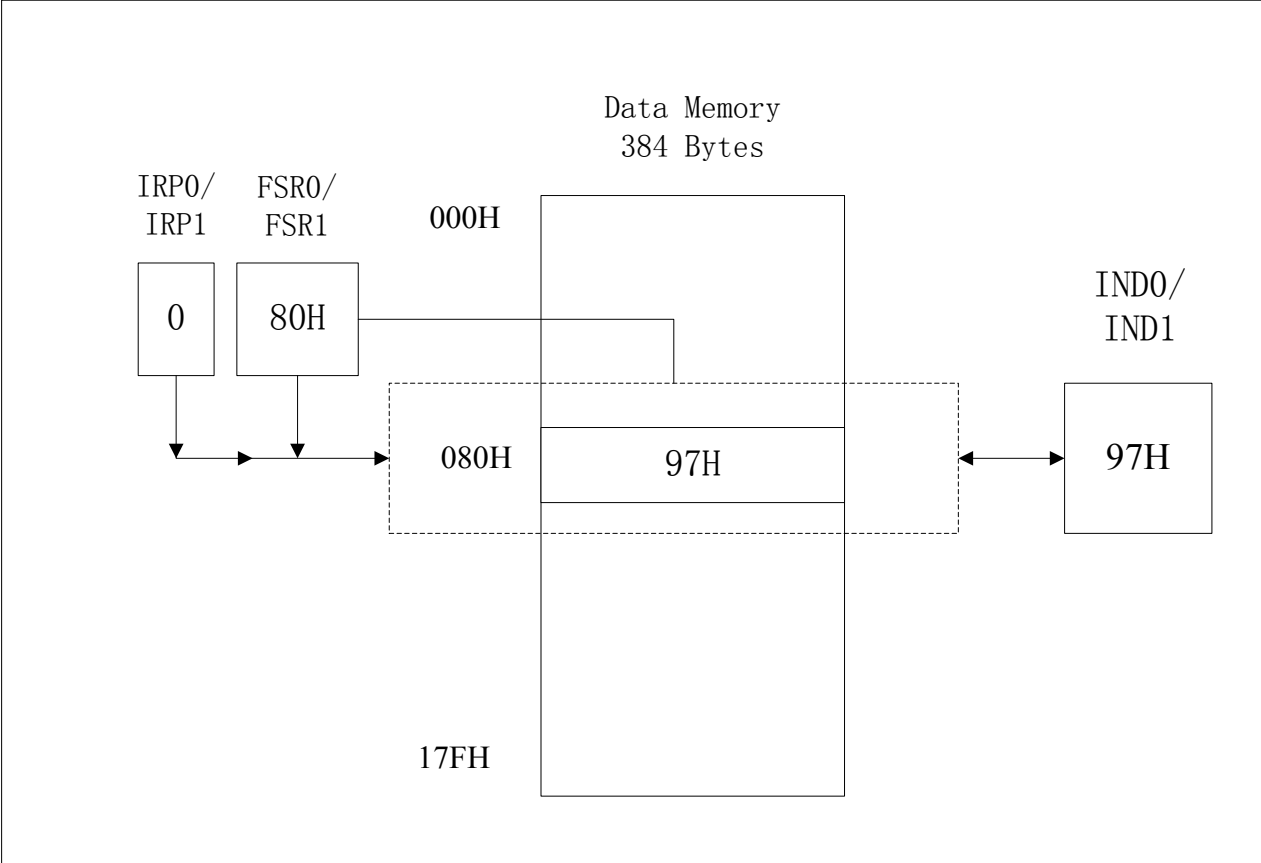

图 2-3 间接地址访问
3. 通过IND0 及FSR0 或IND1 及FSR1 这两组寄存器可以对数据存储器以及特殊功能寄存器进行间接访问。当从间接地址寄存器(IND0/IND1)读入数据时，MCU实际上是以FSR0/FSR1 中的值作为地址去访问数据存储器得到数据。当向间接寄存器(IND0/IND1)写入数据时，MCU实际上是以FSR0/FSR1 中的值作为地址去访问数据存储器将值存入该地址。其访问方式见图 2-3 间接地址访问。